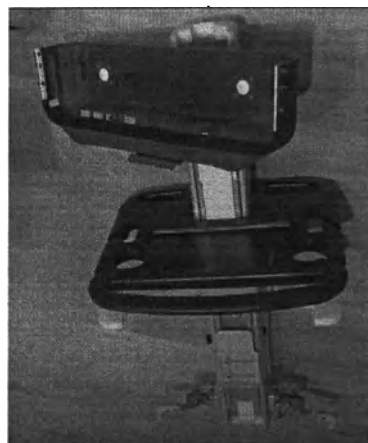

Рис. 3-25. Колесная база и основная стойка
В некоторых странах по отдельному заказу можно получить специальную демонстрационную тележку, которую можно разобрать на две части: колесная база и основная стойка (Рис. 3-25).
5. Снимите основную стойку с колесной базы. Теперь это два отдельных узла (Рис. 3-25).